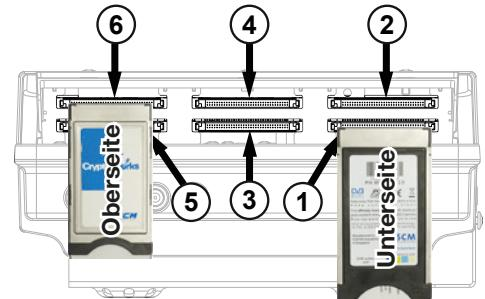

Abb. 5: CA-Module in CI-Schächte einsetzen
- Setzen Sie die CA-Module (CAM) in die Schächte ②/④/⑥ mit der **Oberseite** nach oben, in die Schächte ①/③/⑤ mit der **Unterseite** nach oben (Abb. 5). Beachten Sie auch die dem CAM beigelegten Informationen.
2. Setzen Sie die CA-Module gemäß dem Beispiel in Abb. 5 ein.